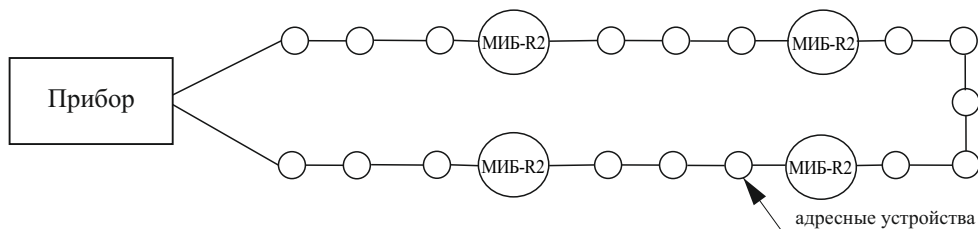

Рисунок 4
- б) разрывать кольцевую АЛС (рисунок 4) в двух местах установки изоляторов, ближайших к точке КЗ. Это локализует участок между изоляторами и оставляет работоспособными участки АЛС между выходами прибора и сработавшими изоляторами;